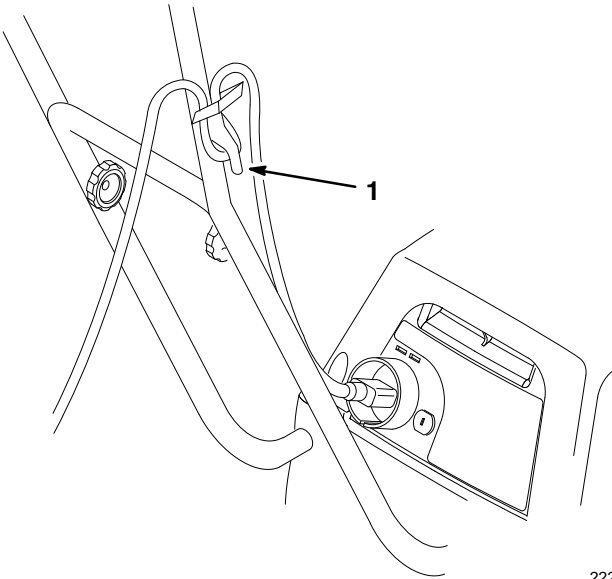

Figure 12
2. Former une boucle dans le prolongateur et la passer dans le système d'accrochage (Fig. 12).
3. Connecter le prolongateur à la tondeuse (Fig. 12).